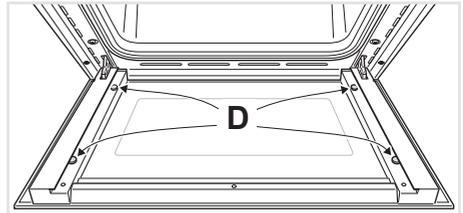

Fig. 4.13
- Verificare che i 4 distanziatori "D" siano nella loro posizione (fig. 4.13).